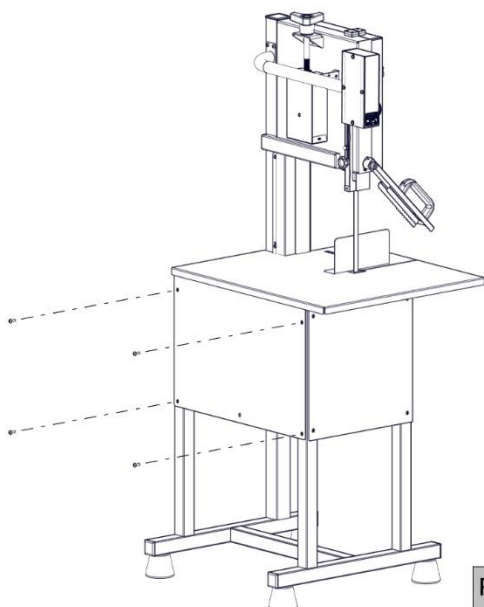
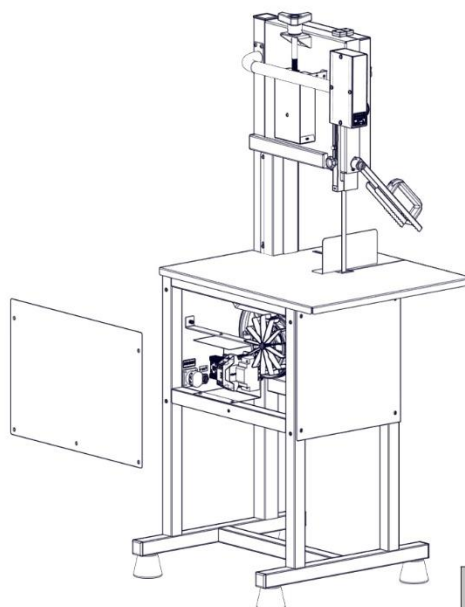

FIG. 5
FIG. 6
- e) Retire os parafusos de fixação na parte traseira da máquina (FIG. 5) para ter acesso a caixa de comandos elétricos da máquina (FIG. 6);
- g) Coloque novamente o painel fixando com os parafusos de fixação (FIG. 5) para liberar o funcionamento da máquina;